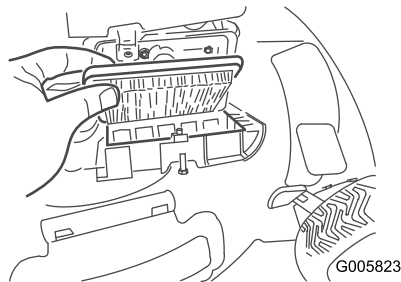

Bild 41
2. Tauschen Sie den Luftfilter aus (Bild 41).